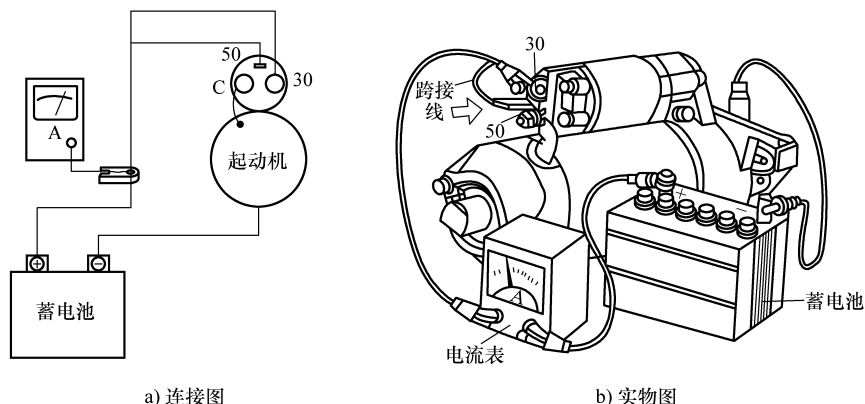

图 2-5 空载试验示意图
(1) 空载试验 如图 2-5 所示, 将起动机连接到蓄电池上, 并在蓄电池与起动机之间串接一只量程为 $0 \sim 100\text{A}$ 的电流表。